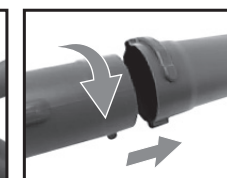

Figura 4
4. Luego inserte el segundo tramo del tubo extensor (15) dentro del primer tramo (14) y bloquéela en el sentido de las agujas del reloj (Figura 4).
5. Haga lo mismo con el tercer tramo o boquilla sopladora (16) insertándolo en el tramo anterior.